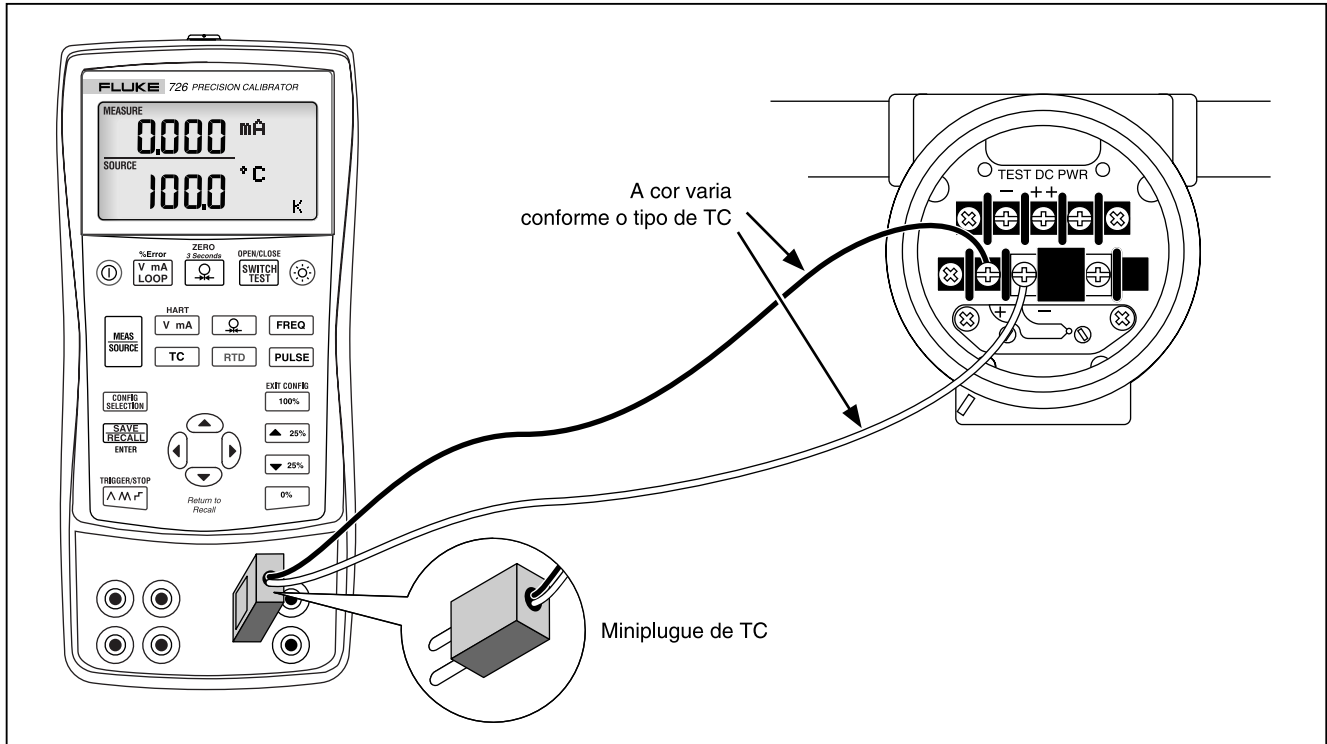

Figura 16. Conexões para simulação de termopar
A Figura 16 mostra esta conexão. Para simular um termopar, proceda da seguinte forma:
1. Anexe os terminais do termopar ao miniplugue TC adequado; em seguida, à entrada/saída de TC, conforme mostrado na Figura 16.